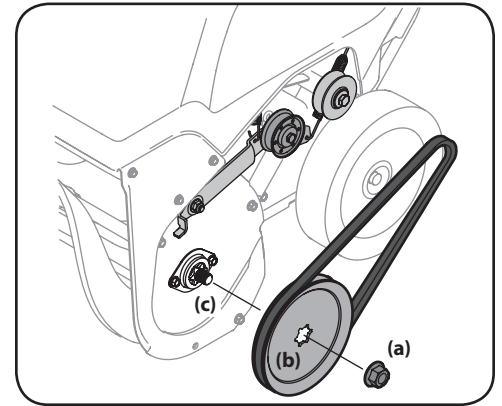

Figura 4-5
- Extraiga la tuerca de brida (a) que sujeta la polea de la barrena (b) al eje de la barrena (c). Consulte la Figura 4-5.